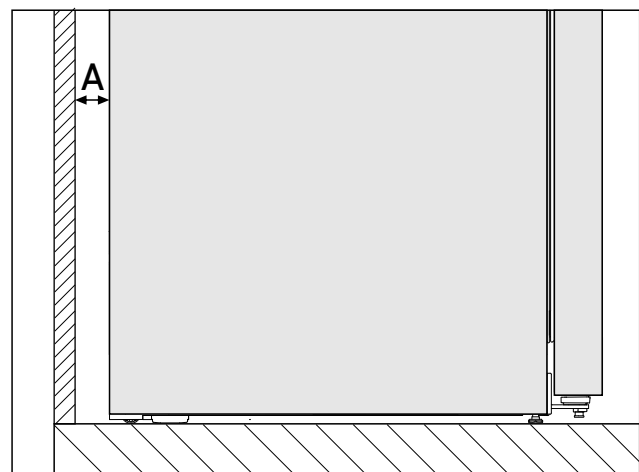

Fig. 3 *
Der Energieverbrauch wurde mit einem Wandabstand *Fig. 3 (A)* zwischen Geräterückseite und Wand ermittelt. Wenn der Wandabstand weniger als *Fig. 3 (A)* beträgt, hat dies keinen Einfluss auf die Funktionsfähigkeit des Geräts. Bei geringerem Wandabstand kann sich der Energieverbrauch geringfügig erhöhen und es kann zur Kondensatbildung an der Geräterückwand kommen.*